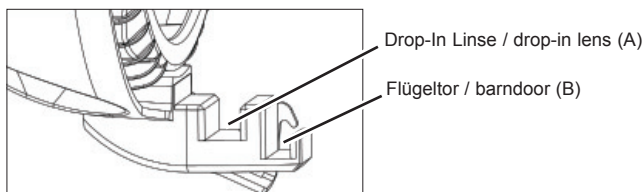
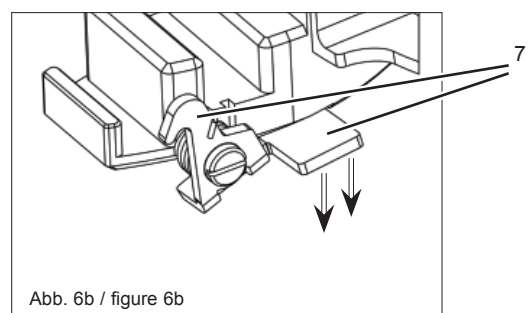

Abb. 4 / figure 4
Abb. 6b / figure 6b
- Bei montierter zweiter Torsicherung (7, Abb. 6b), diese zuerst öffnen, Zubehör, wie z.B. Flügeltor, in vorderen Einschub (B, Abb. 4) einsetzen und anschließend zweite Torsicherung (7) wieder loslassen. Ohne zweite Torsicherung - Zubehör einfach in den entsprechenden Einschub einsetzen.
- Die Halteklauen werden wie folgt belegt (Abb. 4):
- Hinterer Einschub: Drop-In Linse (A)
- Vorderer Einschub: Flügeltor (B)
- Nach dem Einsetzen des Zubehörs die Torsicherung (10) wieder schließen und den sicheren Halt des Zubehörs prüfen.
- If second barndoor catch is mounted (7, figure 6b), open the barndoor catch and insert accessories into front accessory bracket (B, fig. 4), e.g. barndoor, and then release the second barndoor catch. If you do not use the second barndoor catch - simply insert the accessory into the respective accessory bracket.
- Accessory brackets are assigned as follows (fig. 4):
- back insertion: Drop-in lens (A)
- front insertion: barndoor (B)
- Now close the top latch (10) again and check if the accessories are securely locked.